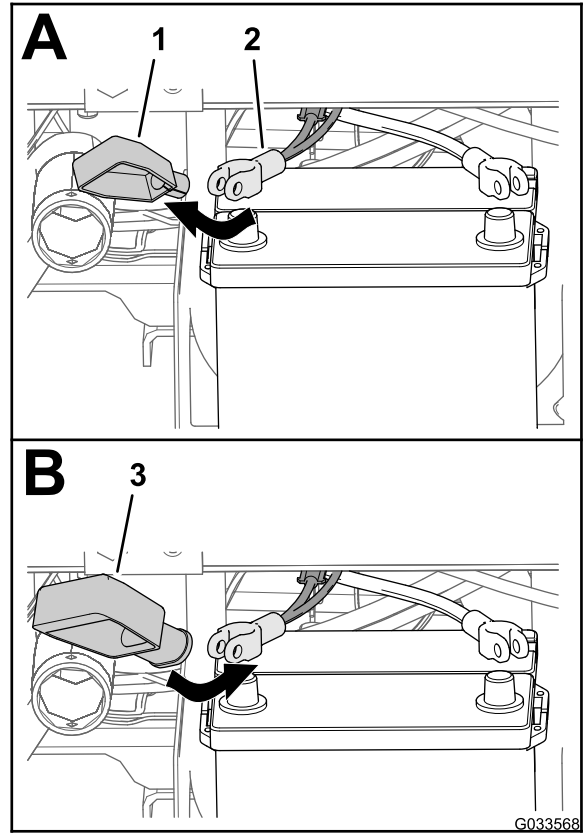

图 28
2. 从正极电池接线处卸下盖子窄 图 28。
3. 将宽电池盖安装在正极电池接线上方如 图 28 所示。